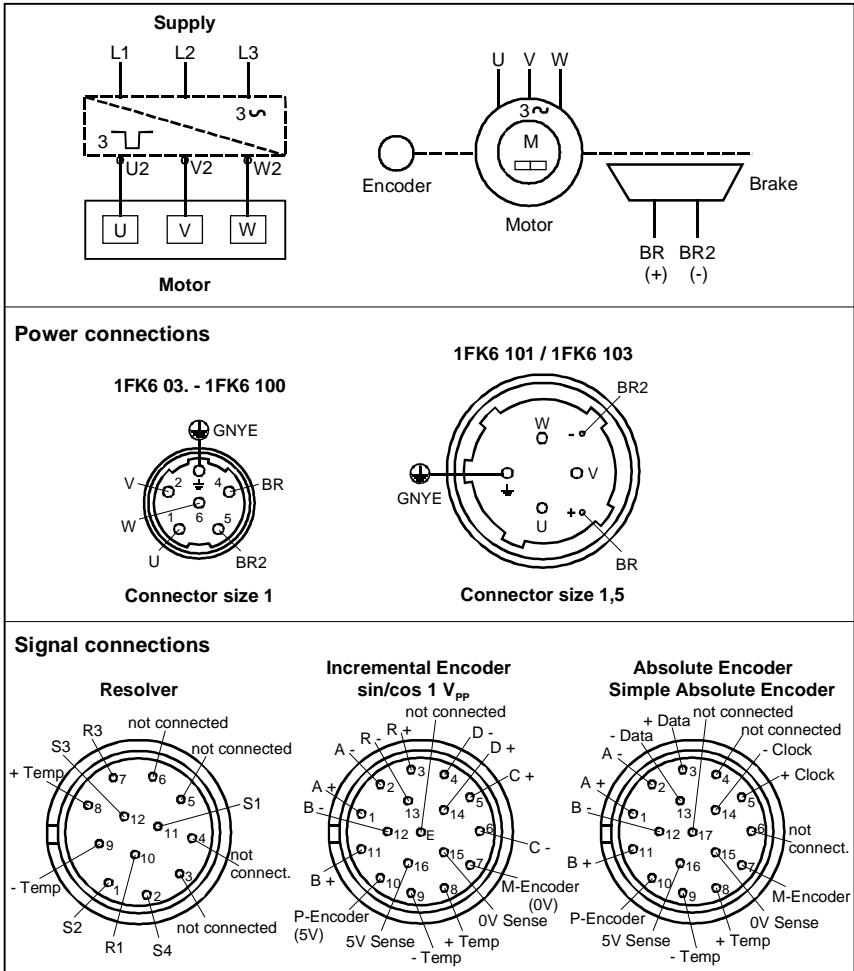

Fig. 5 Schaltungen
- Daten des Typenschildes (Kap. 3.1) und Angaben der Schaltbilder (Fig. 5) beachten.
2. Steckerbelegung nach Fig. 5 ausführen, Schutzleiter anschließen.
3. Bremse über Leistungsstecker nach Fig. 5 anschließen.
2. Steckerbelegung nach Fig. 5 ausführen.
Dazu an Pins BR, BR2 (Fig. 5) 24 V DC $\pm 10\%$ anlegen und freien Lauf des Läufers (keine Schleifgeräusche) feststellen.